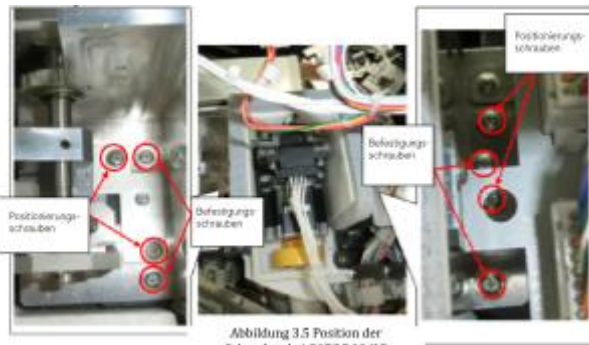

Abbildung 3.5 Position der Schrauben bei CAPOC 10/13
- Für mechanische Einstellungen lockere die vier Befestigungsschrauben, aber **löse sie nicht komplett!!** (Abbildung 3.5)
- Um die Einstellung zu korrigieren, verwende entweder die SSW und bewege das CAPOC-Gerät schrittweise nach oben und unten oder verwende die vier Befestigungsschrauben und vier Positionierungsschrauben (Abbildung 3.5), um das CAPOC-Gerät nach rechts oder links zu bewegen
- Bewege beide RS Proben runter zur **Jig Typ A** (Figure 3.5)